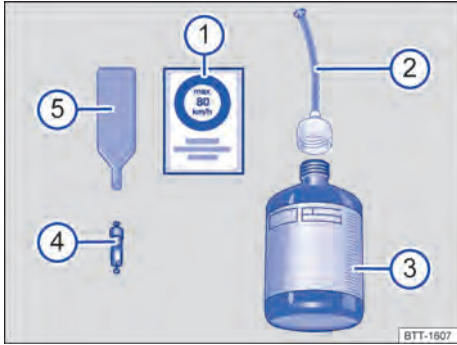

Fig. 210 Representación esquemática: componentes del kit reparapinchazos.
El desmontaobuses → Fig. 210 5 lleva en el extremo inferior una ranura para el obús de la válvula. Solo así se puede desenroscar y volver a enroscar el obús de la válvula del neumático. Esto también vale para el obús de repuesto 4.
2. Desenrosque el obús de la válvula con el desmontaobuses → Fig. 210 ⑤ y deposítelo sobre una superficie limpia.
3. Agite energícamente la botella de sellante → Fig. 210 ③ varias veces.
4. Enrosque fijamente el tubo de llenado → Fig. 210 ② en la botella de sellante en el sentido de las agujas del reloj.
5. Retire el tapón del tubo de llenado → Fig. 210 ② e introduzca el extremo abierto en la válvula del neumático por completo.
8. Enrosque nuevamente el obús en la válvula del neumático con el desmontaobuses → Fig. 210 ⑤.